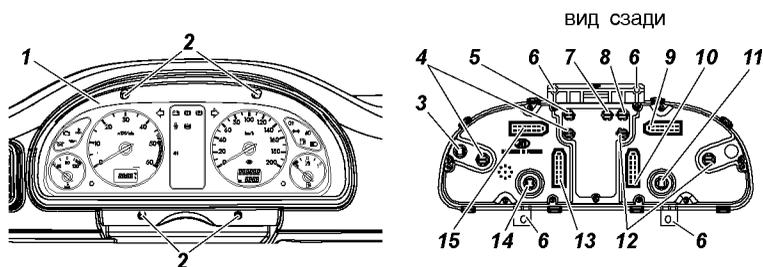

Рис. 9.53. Комбинация приборов:
**Комбинация приборов.** Для замены ламп подсветки или контрольных ламп включения указателей поворота необходимо снять комбинацию приборов: отверните винты 2 (рис. 9.53), снимите облицовку 1, отверните четыре винта крепления комбинации приборов, выньте ее, отсоединив колодки жгутов проводов. Поверните против часовой стрелки патрон лампы и выньте патрон с лампой в сборе.